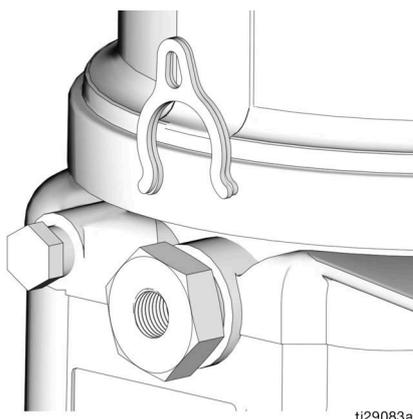

図 18
- レンチを使用してポンプ・エレメント反時計回りに回転させて緩めます。ポンプ・エレメントの全体を取り外さないでください。スペーサーを滑りこませて装着、取り外す為に必要な分量のみポンプエレメントを下げてください。(図 18)。
ポンプ吐出量の制御は、スペーサーなし (1)、スペーサー 1 もしくは 2 により設定されます(図 18)。